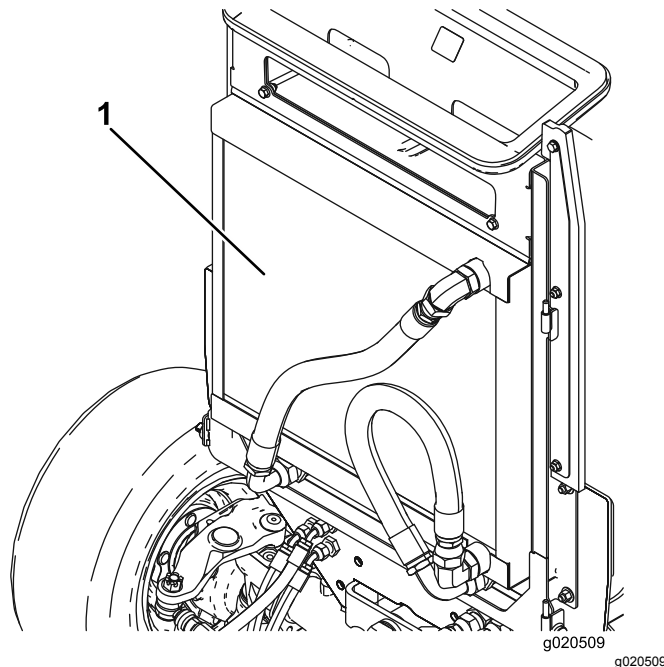

Figura 65
3. Limpe os dois lados do dispositivo de arrefecimento de óleo e o radiador com ar comprimido (Figura 65).